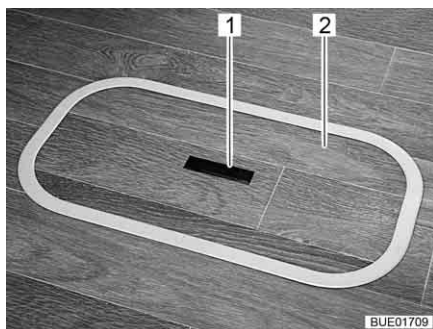
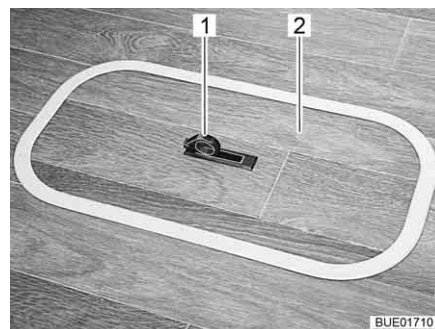

Fig. 75 Copertura scomparto nel fondo (maniglia abbassata)
Fig. 76 Copertura scomparto nel fondo (maniglia alzata)
- Spingere la piastra di presa (Fig. 75,1) verso il basso da un lato. La maniglia (Fig. 76,1) viene ruotata verso l'alto.
- Rimuovere la copertura (Fig. 75,2 o Fig. 76,2) tirandola verso l'alto.